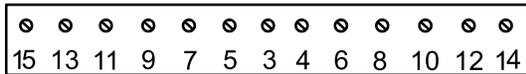

图24
6. 按照图24 中的顺序依次上紧螺丝扭矩至 25.4N·m。